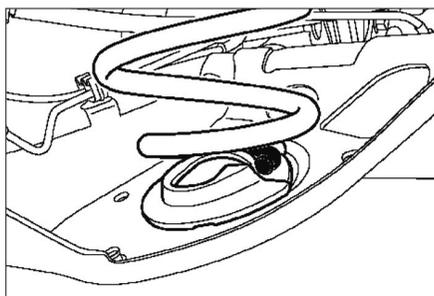

FIG. 21
- respecter le sens de montage des ressorts et veiller à l'engagement correctement sur la coupelle de l'essieu (Fig.21).